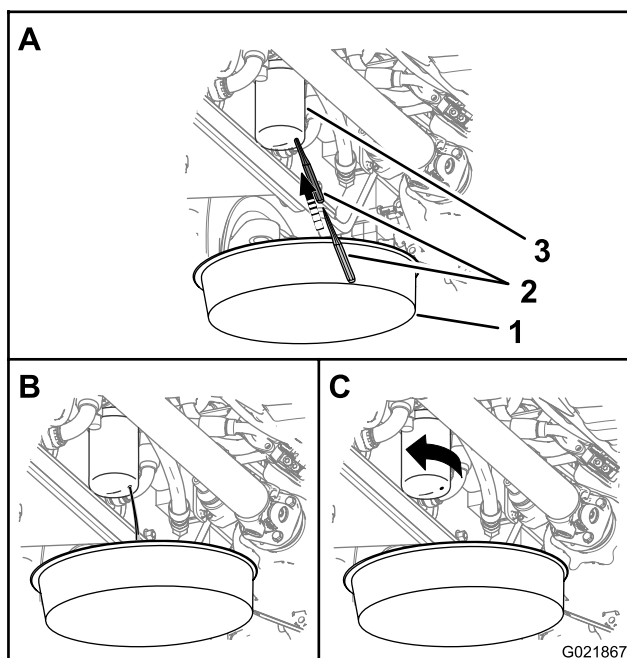

Figure 95
Remarque: Vous pouvez accéder au filtre de pression hydraulique sous le côté droit de la machine, derrière le réservoir hydraulique (Figure 95).
- Placez un bac de vidange sous le filtre de pression hydraulique (Figure 95).
2. Percez le fond du filtre de pression hydraulique et vidangez le restant de liquide hydraulique dans le bac (Figure 95).
3. Tournez le filtre de pression hydraulique dans le sens antihoraire et déposez-le (Figure 95).